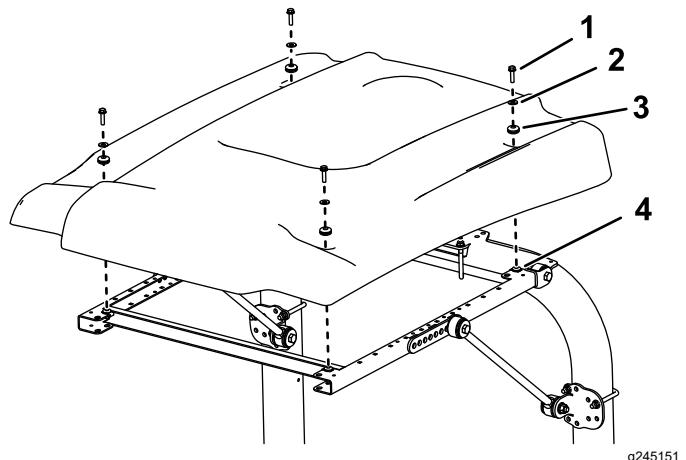

図 41
15. 図 41 に示すようにサンシェードをフレームに載せて、取り付け穴を整列させる。
16. サンシェードの各コーナー部をフレームに仮止めするフランジヘッドボルト $5/16 \times 1\frac{1}{4}$ "1本、小さいワッシャ1枚、ハトメ1個を使用する図 41。